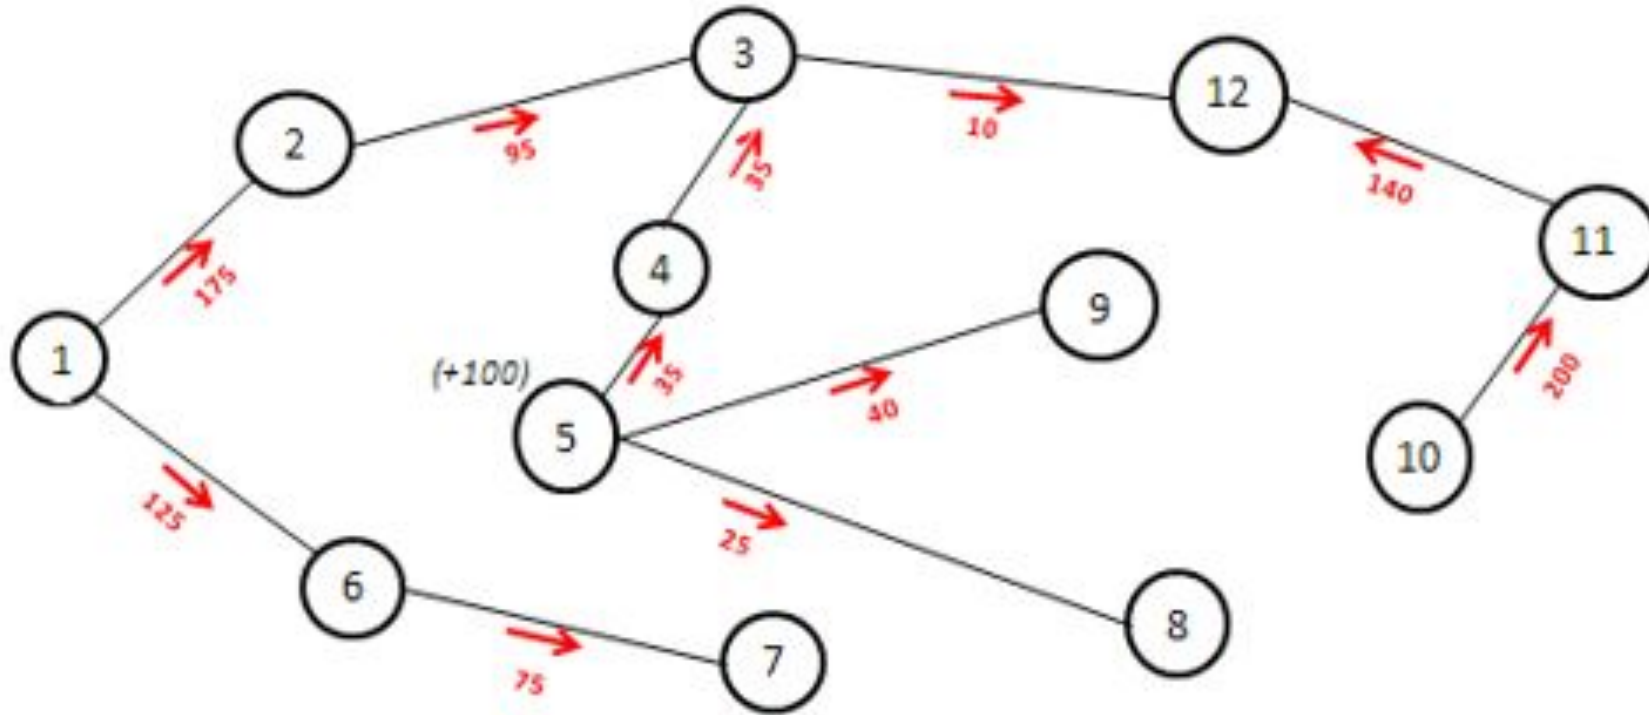

Рис. 6. Дерево решений транспортной задачи
- Нарушений условий (6) ни на одной дуге нет. За две итерации получена экономия по сравнению с начальным планом  $110 \times 75 + 60 \times 25 = 9750$  единиц стоимости (например, тонно-километров).
- Представим на рис. 6 только те дуги, по которым проходят грузопотоки. Эта часть сети не содержит ни одного замкнутого контура и является деревом решения (дерево — одно из определяющих понятий в теории графов).